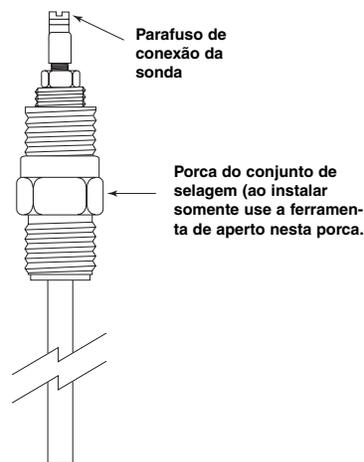
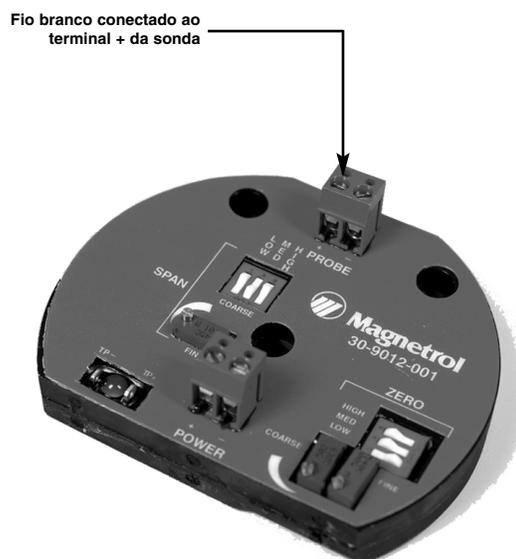

Figura 1
Figura 3
1. Rosqueie a sonda na conexão de montagem do vaso. Aperte com firmeza **EXCLUSIVAMENTE** na porca de montagem. Veja a figura 1.
3. Remova a tampa do invólucro. Localize o fio branco no qual é conectado o terminal(+) da sonda. Veja a Figura 3. Conecte a parte livre deste fio ao parafuso da conexão da sonda. Veja a Figura 1.
1. Rosqueie a sonda na conexão de montagem do vaso. Aperte com firmeza, certificando-se que o aperto seja feito EXCLUSIVAMENTE na porca de montagem. Veja a figura 1.